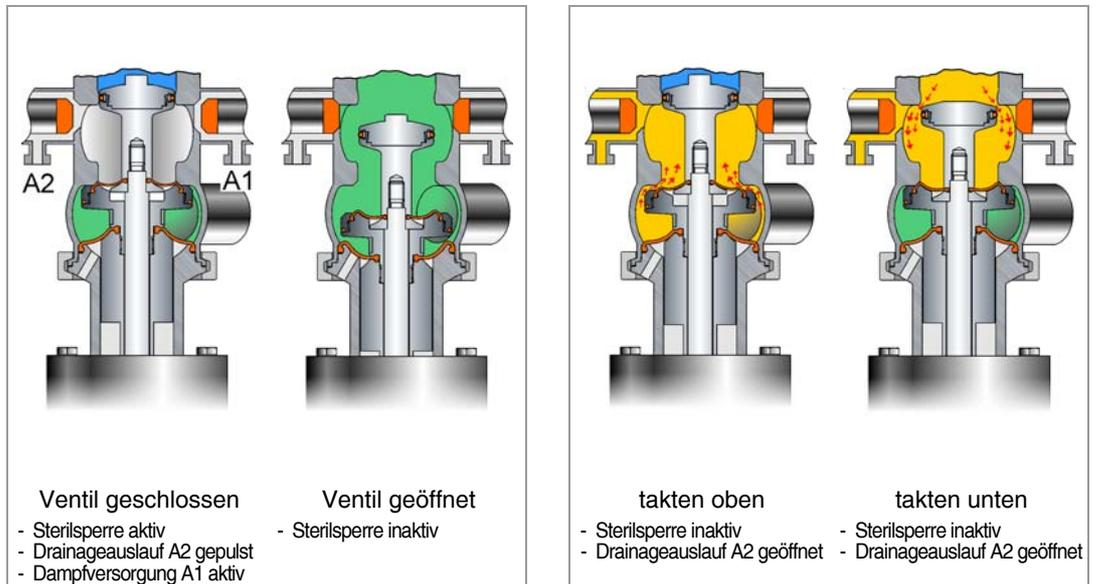

Abb. 1
- Gefahr durch Verbrühungen und Verätzungen an Körperteilen durch ausfließende Flüssigkeiten aus dem Drainageablauf Abb. 1 /Seite 4 und dem Leckageauslauf L Abb. 4 /Seite 10.